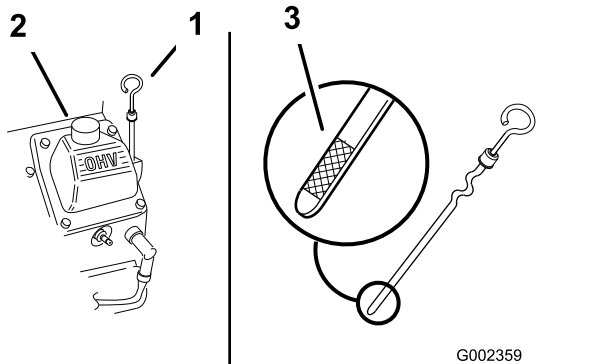

Figura 163
1. Curăți zona din jurul buonului de umplere cu ulei și din jurul jojei (Figura 163).